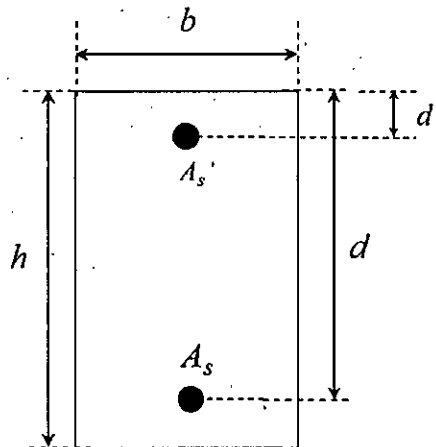

Fig.1
1. Fig.1 に示される正の曲げモーメントを受ける複鉄筋長方形断面のはりについて次の問いに答えよ。コンクリートの圧縮強度は  $f_c' = 24\text{N/mm}^2$ 、コンクリートのヤング係数は  $E_c = 25\text{kN/mm}^2$ 、鉄筋の降伏強度は  $f_y = 350\text{N/mm}^2$ 、鉄筋のヤング係数は  $E_s = 200\text{kN/mm}^2$  である。  $b = 300\text{mm}$ 、 $d = 600\text{mm}$ 、 $d' = 50\text{mm}$ 、 $h = 650\text{mm}$ 、コンクリートの圧縮破壊ひずみは 0.0035 とする。その他の記号は必要に応じて適宜定義して用いること。
Concerning the doubly reinforced rectangular beam subjected to positive bending moment shown in Fig.1, answer the following questions. Compressive strength of concrete  $f_c' = 24\text{N/mm}^2$ , Young's modulus of concrete  $E_c = 25\text{kN/mm}^2$ , Yielding strength of re-bar  $f_y = 350\text{N/mm}^2$ , Young's modulus of re-bar  $E_s = 200\text{kN/mm}^2$ ,  $b = 300\text{mm}$ ,  $d = 600\text{mm}$ ,  $d' = 50\text{mm}$ ,  $h = 650\text{mm}$ , and the failure strain of concrete in compression is 0.0035. Other necessary symbols can be used with appropriate definition.